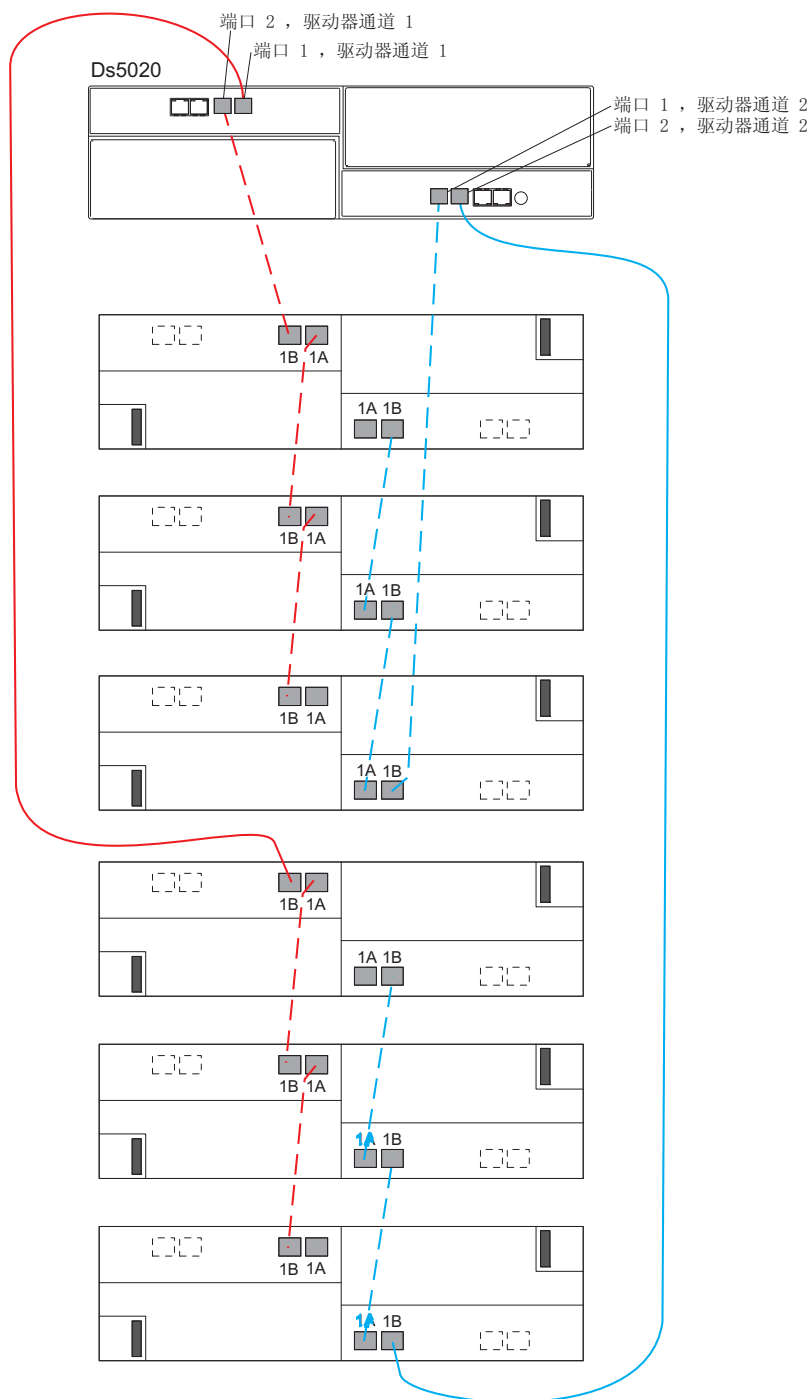

图 42. 用电线连接一个 DS5020 和最多六个存储扩展机柜
如果要用电缆连接一个 DS5020 存储子系统和最多六个存储扩展机柜，图 42 显示了正确的电缆连接拓扑。
7. 将六个存储扩展机柜连接到 DS5020 时，请使用两个驱动器通道中的所有端口。请参阅第 62 页的图 42，了解电缆连接拓扑。